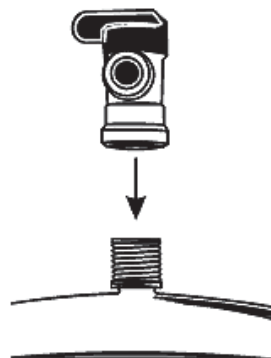

Рис. 12
2. Подсоедините шаровой кран бака к вершине накопительного бака (см. **рис. 12**). Во избежание повреждений крана не прилагайте больших усилий при его установке. Используйте гаечный или разводной ключ.